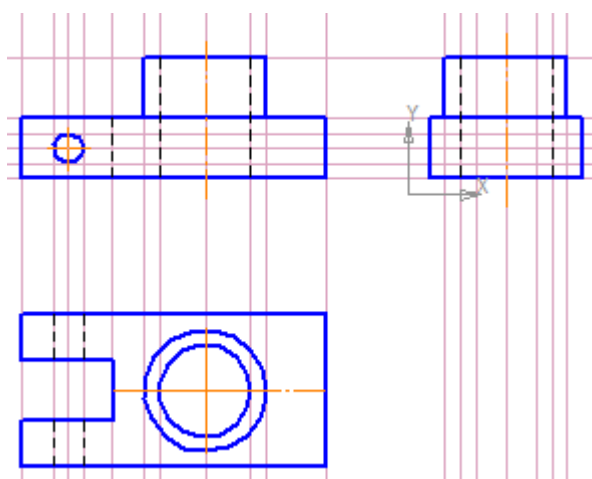

Рис. 10
- отрезком постройте невидимый контур сквозного отверстия $\varnothing = 30$, изменив стиль линии на **Штриховую** (рис. 10). Не забудьте изменить стиль линии обратно на **Основную**;